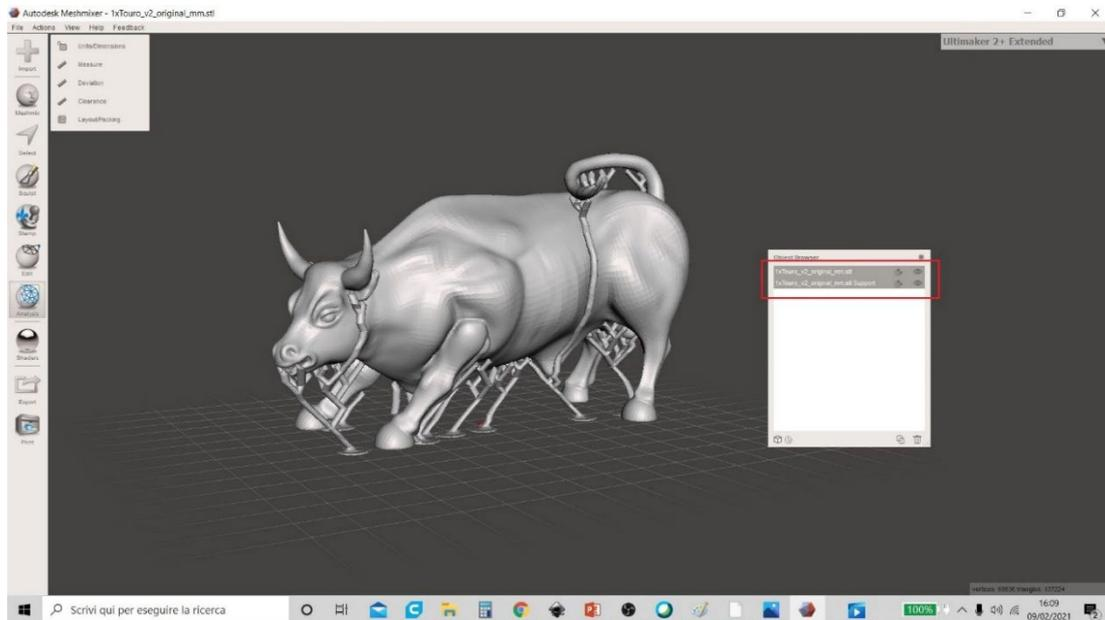

Figura 35 Meshmixer
10. Corresponderá al usuario decidir si exportar los modelos juntos o por separado (haciendo que los modelos sean visibles u ocultándolos eligiendo el icono del ojo a la derecha de los nombres como se muestra en la Figura 35 Meshmixer).